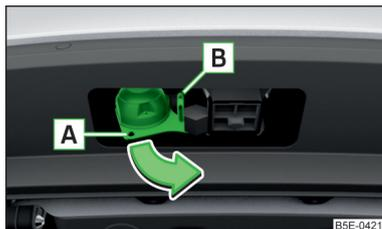

Abb. 171
- Die 13-polige Steckdose im Bereich **A** fassen und in Pfeilrichtung ausschwenken » Abb. 171.
- Die 13-polige Steckdose im Bereich **A** fassen und entgegen der Pfeilrichtung einschwenken » Abb. 171.
Die Sicherungsöse **B** » Abb. 171 dient zum Einhängen des Abreißseils des Anhängers.